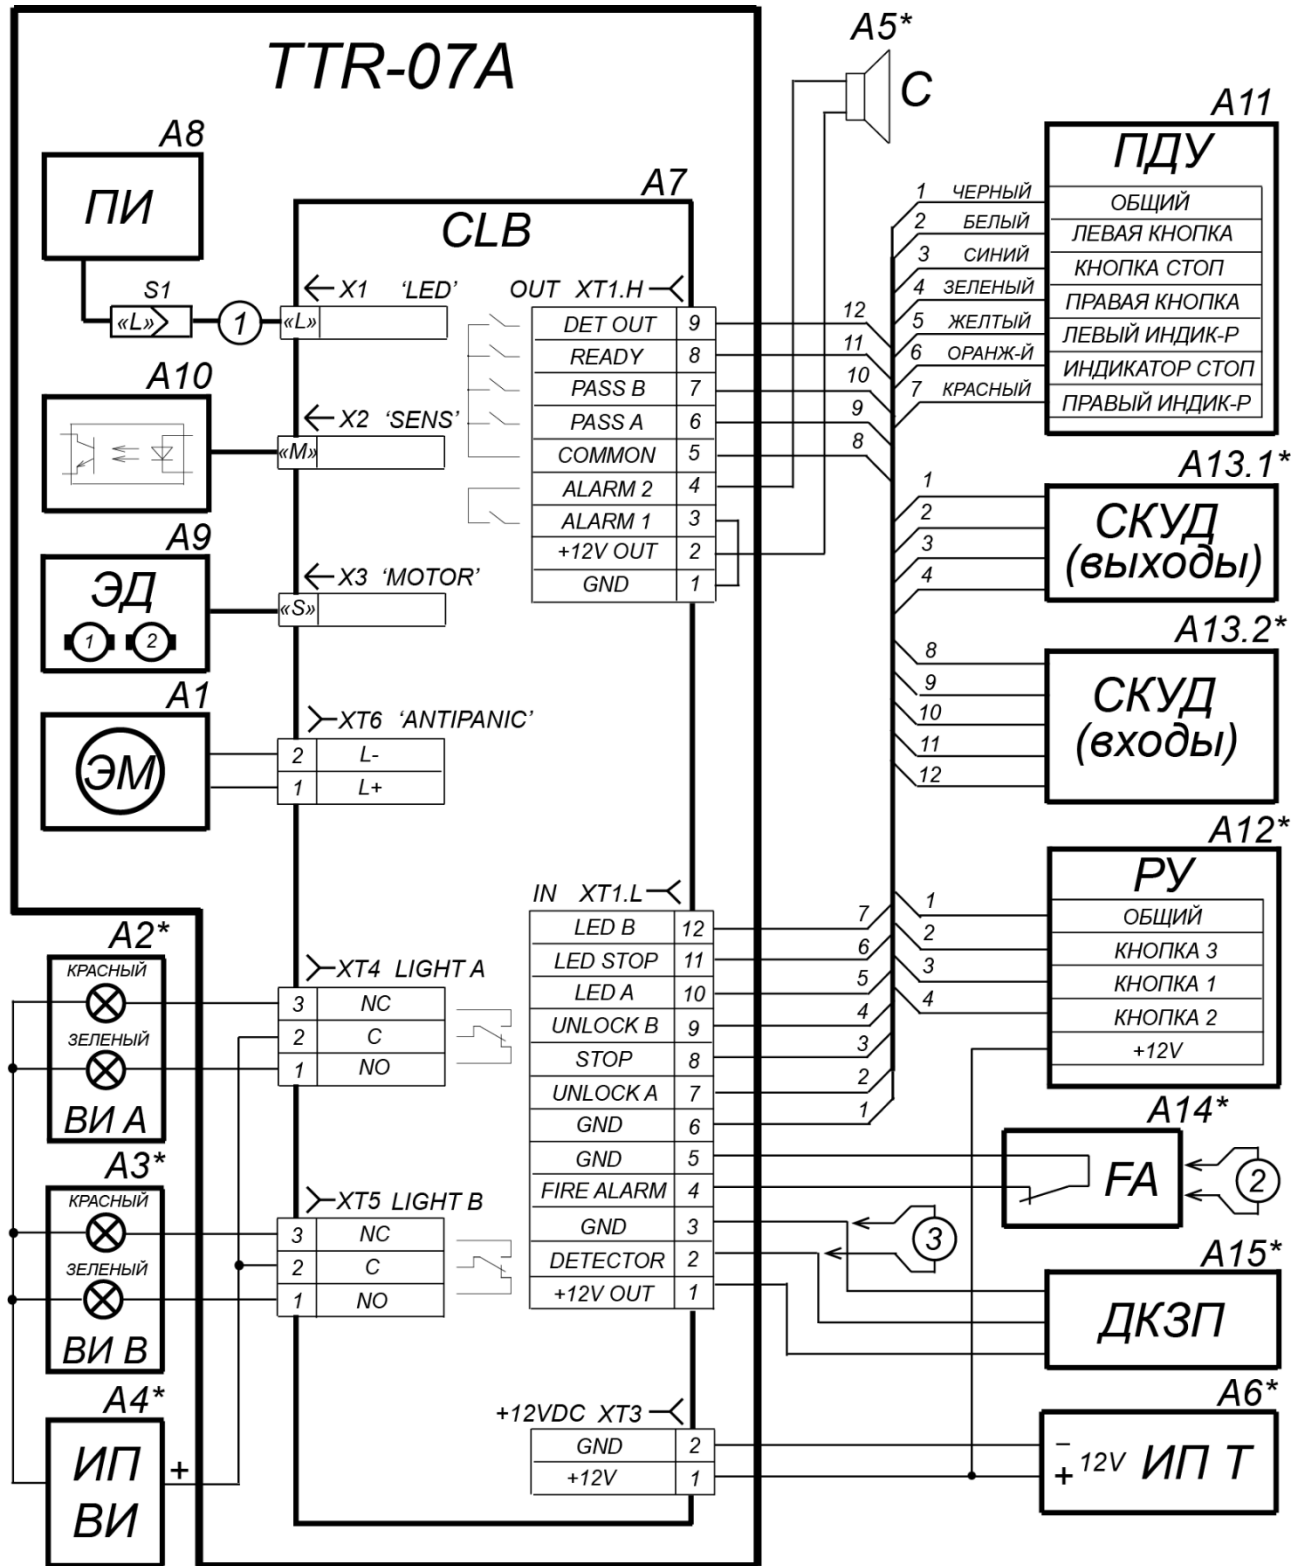

Рисунок 12. Схема электрическая соединений турникета
2. Подготовьте в полу отверстия под гильзы анкеров (13) для крепления стойки турникета (см. рис. 12) и кабельные каналы согласно планировке проходной. При необходимости прокладки кабелей под поверхностью пола подготовьте в полу кабельный канал, подходящий к отверстиям для ввода этих кабелей в стойку турникета (вариант 1 или 2 на рис. 12).